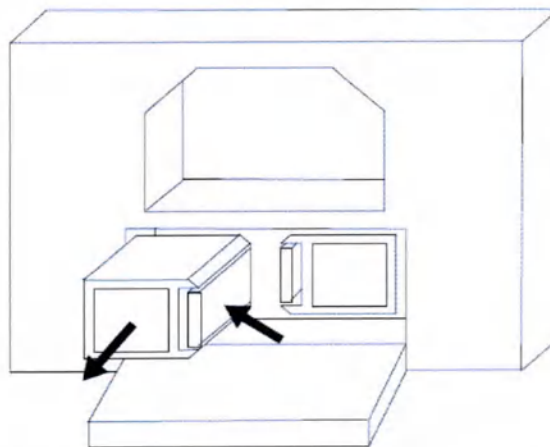

Рис. 41 – Выемка предохранителей
2. Предохранители располагаются в двух отдельных контейнерах, которые необходимо достать из гнезда: нажмите одновременно вниз и наружу на язычок блокировки, как показано на Рис. 41.